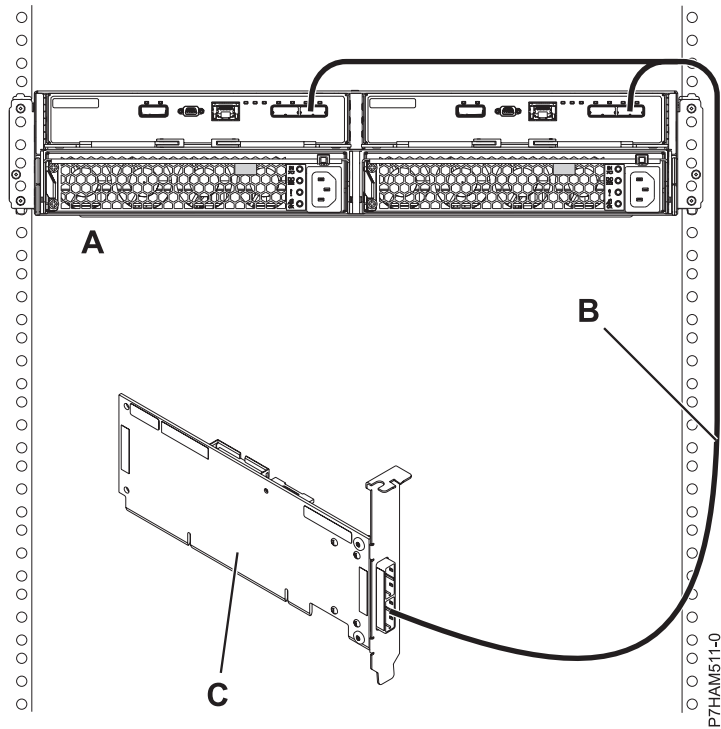

Figure 12. Connexion de mode 1 d'un boîtier d'unité de disque 5887 via un câble YO à un adaptateur SAS unique
12. Effectuez la connexion de mode 1 d'un boîtier d'unité de disque 5887 **(A)** via un câble YO **(B)** à un adaptateur SAS unique **(C)**. Voir figure 12, à la page 14.